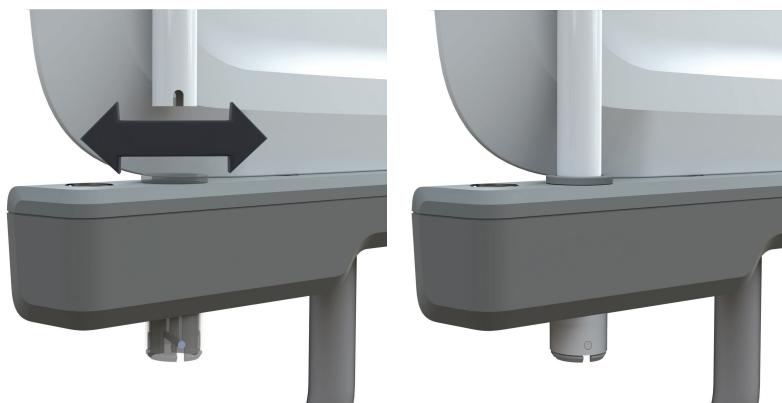

図 34 – リフトボールの着脱
1. リフトボールを2つの付属スリーブのいずれかの中央に配置し、挿し込みます (図 34)。